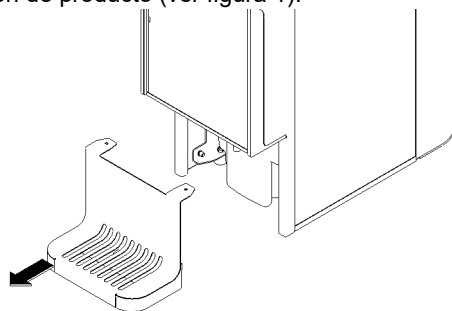

figura 1
- 2 Quite el cajón colector de gotas (1) y los picos de distribución de producto (ver figura 1).